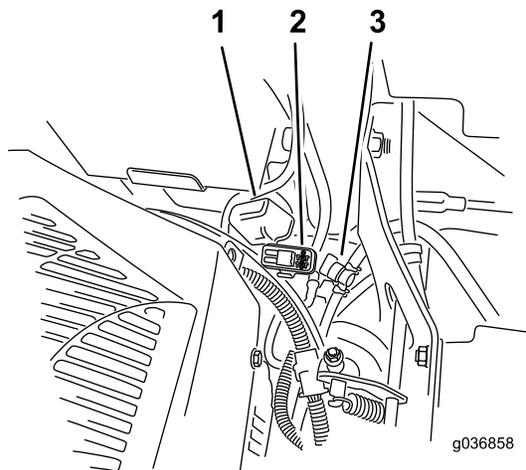

図 55
注 MyRide マシンでは、アースケーブルがトレーリングアームや下側ショックマウントにこすれていないことを確認してください(図 55)。
ヒューズは運転席右側のコンソールの中にある(図 55)。
2. 新しいヒューズを取り付ける(図 55)。